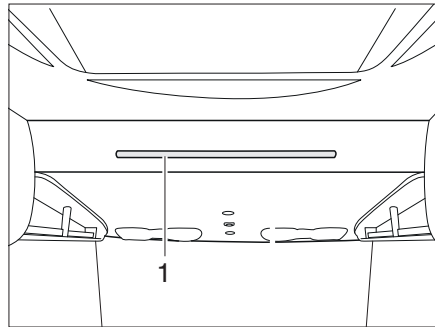

Fig. 159 Cama elevada manual
- Presionar la cama elevada con ambas manos de la barra de soporte (Fig. 159,1) hacia abajo.
- Enganchar la escalera de ascenso en la barra de soporte (Fig. 159,1) de la cama elevada con los dos ganchos.